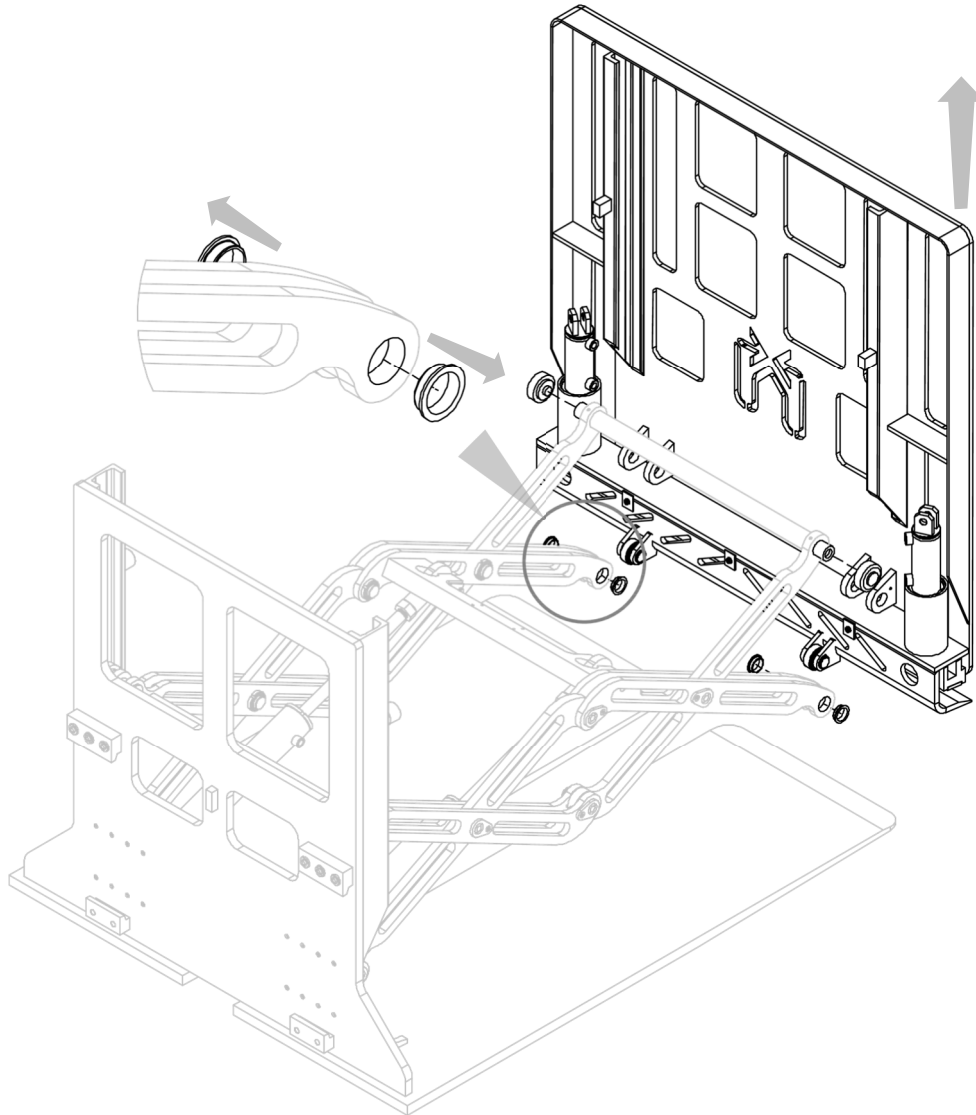

Figura 19
3. Extraer el mamparo frontal (con su estructura portacuchillas). En este punto, será suficiente extraerla desde arriba, ya que está vinculada al equipo únicamente por los cojinetes del par de brazos indicado en la *Figura 19*.